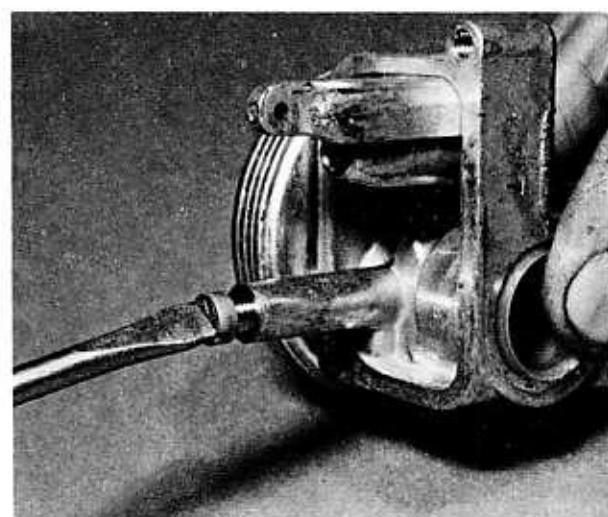

Bild 88
- Die Hauptdüse kann zur Prüfung und Reinigung aus ihrem Sitz ausgeschraubt werden (Bild 88). Eine verstopfte Düse darf nur mit Pressluft durchgeblasen werden, notfalls genügt auch eine Luftpumpe. Eventuell kann man sich auch mit einer Nylonborste behelfen. Auf gar keinen Fall darf man einen Draht durch die Düse stossen, die aus Messing gefertigte Düse würde unweigerlich aufgeweitet und die Vergasereinstellung gestört.